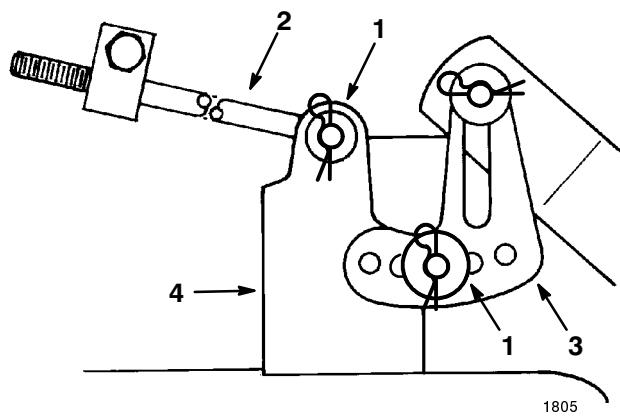

Figure 46
7. Glissez l'extrémité de la longue tige dans le trou du support du plateau (Fig. 46) et fixez-la au moyen de la rondelle et de la goupille fendue. Répétez la procédure de l'autre côté du plateau de coupe.
8. Montez la patte de mise à niveau du plateau de coupe sur l'axe du bras de hauteur de coupe (Fig. 46) et fixez le plateau de coupe au moyen de la rondelle et de la goupille fendue. Répétez la procédure de l'autre côté du plateau de coupe.